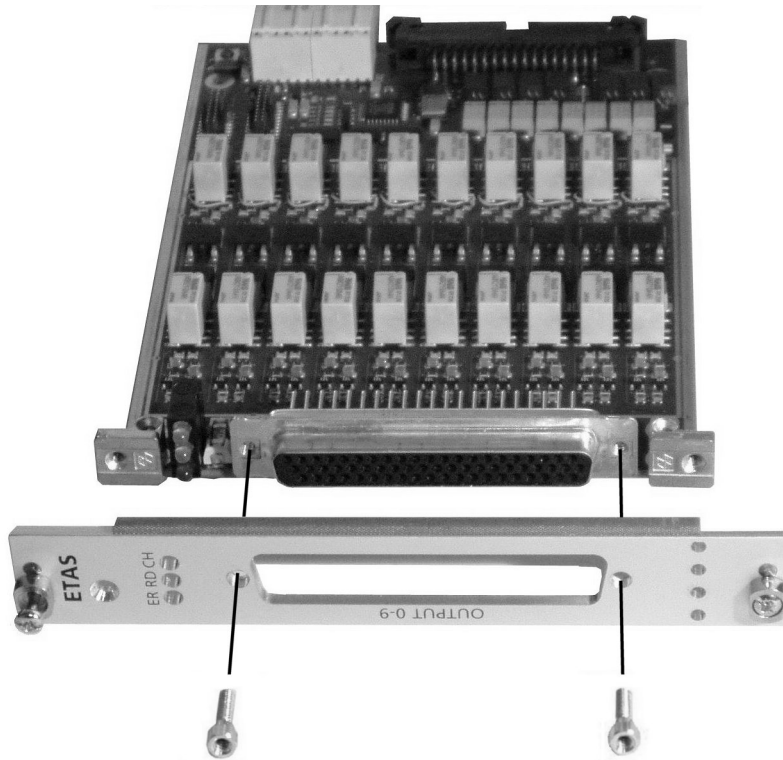

Abb. 5-2 Befestigung der Frontplatte am Steckverbinder
- Befestigen Sie die Frontplatte mit den Sechskantschrauben oberhalb und unterhalb des Steckverbinders „OUTPUT 0-9“ (Abb. 5-2).